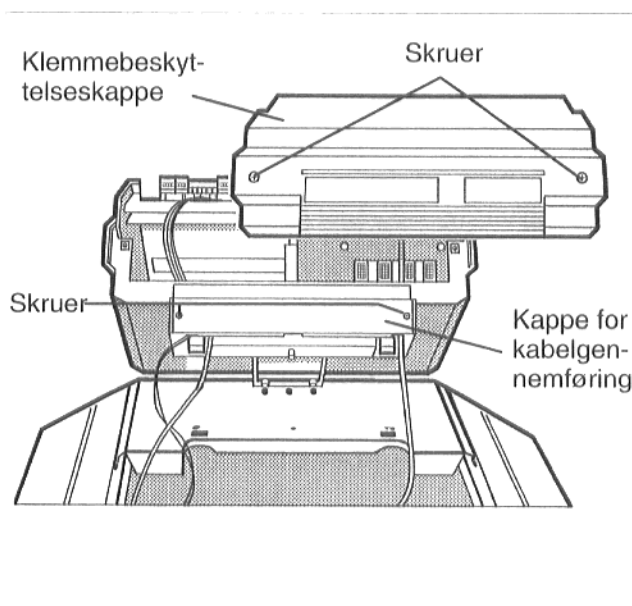

Fig. 15
- De to skruer skrues ud af klemmebeskyttelseskappen på reguleringen (Fig. 15). Klemmebeskyttelseskappe afmonteres.
De to skruer fjernes fra kappen til kabelgennemføringen (Fig. 15). Kappe for kabelgennemføring afmonteres.